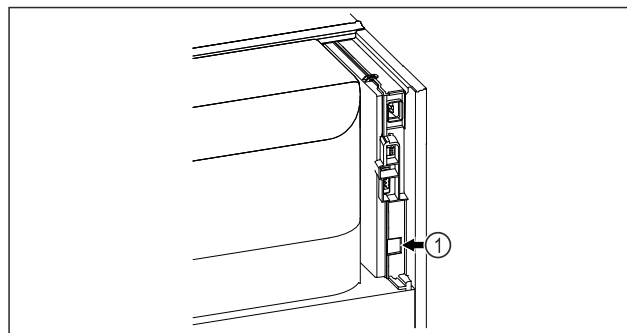

Fig. 146
- ☐ SmartModule Fig. 146 (1) er satt inn.